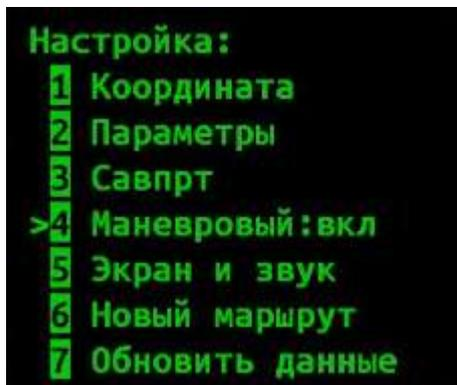

Рисунок 9 - Меню «Настройка»
2.5.8 Установить режим «Маневровый». Для этого перейти в меню «Настройка», убедиться, что в строке «Маневровый», установлено значение «вкл», если нет – установить с помощью клавиши «М» (рисунок 9).